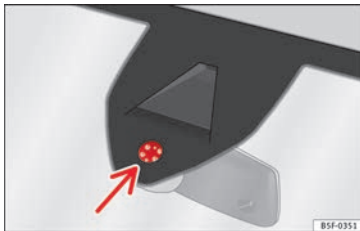

Abb. 144 Sensitive Fläche des Regensensors.
Mögliche Ursachen für Störungen und Fehlinterpretationen *im Bereich der sensitiven Fläche* » » Abb. 144 des Regensensors sind u. a.:
- Sensitive Fläche des Regensensors regelmäßig reinigen und Wischerblätter auf Beschädigungen prüfen » Abb. 144 (Pfeil).